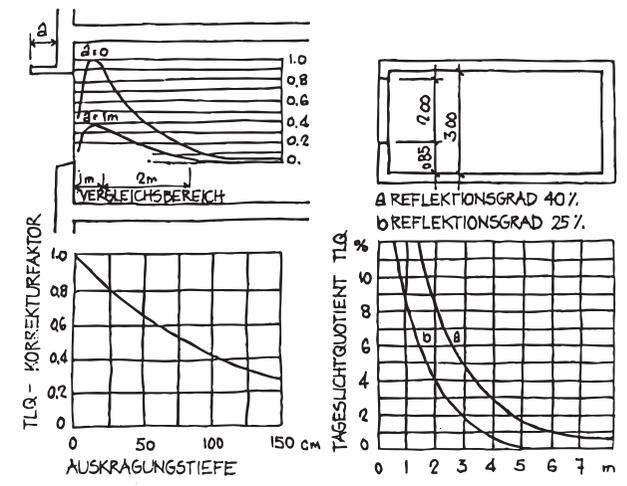

Abb. 12
**Sonnenschutzmassnahmen** schränken das Tageslicht massiv ein. Beachten Sie in Abb. 12 den Effekt eines Balkons oder Vordaches.
**Innere Oberflächen** sollten möglichst hell und reflektierend sein. Sie verbessern so die Lichtdiffusion bis in hintere Räumlichkeiten (siehe Abb. 12).